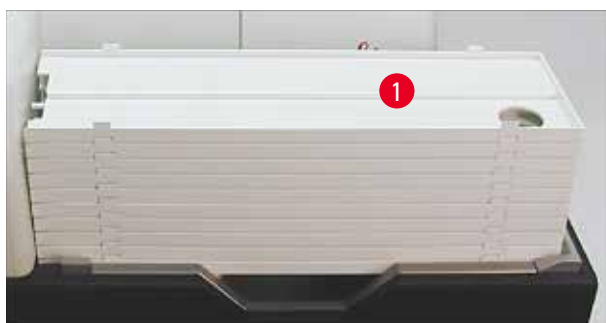

図 38
1. トレーのスタック（→「図 38-1」）をアンロードステーションのリフトテーブルの上に配置します（→「図 38」）。